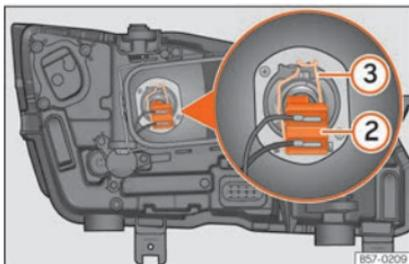

Fig. 54 No compartimento do motor: lâmpada de luz de médios.
- Retirar o conector »» **Fig. 54** ② da lâmpada.
- Desencaixe a mola de fixação »» **Fig. 54** ③ pressionando-a para dentro e para a direita.